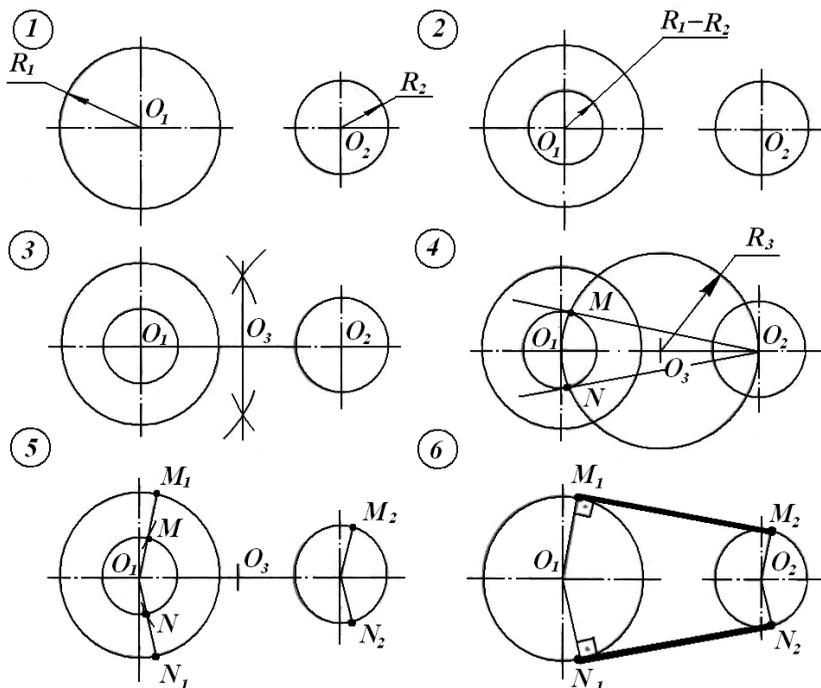

Рис. 55.
- 1) Даны две окружности с радиусами R_1 и R_2 (рис. 55).